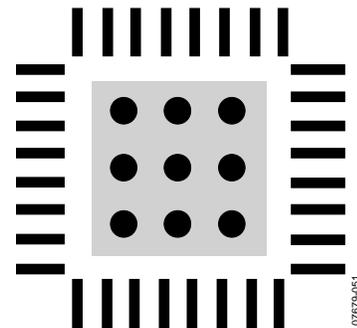

图65. 底部焊盘布局示例，俯视图
- 应设置通孔以连接所有铜层，实现有效散热和导电。例如，图65显示焊盘区域中有9个通孔，这些通孔以3英寸×3英寸的网格形式排列。